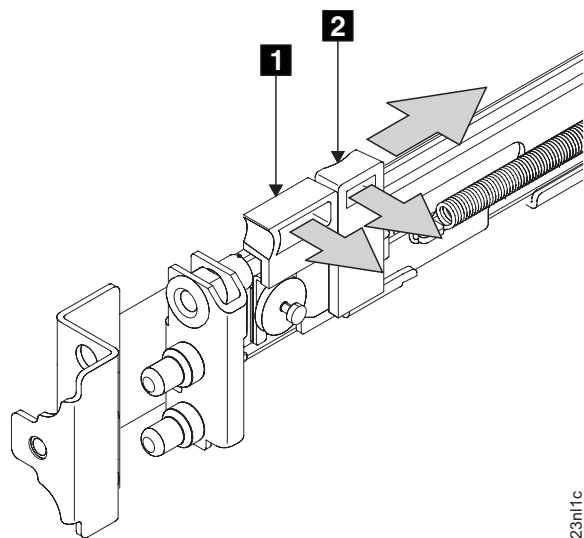

図42. 前部のラッチ・ロック・キャリア・アセンブリーを開く
3. ラッチ・レバー **1** をレール (67 ページの図 42) の終端の方向に移動しながら、ラッチ・ロック **2** をレールから離れる方向に静かに押します。ラッチ・ロック・キャリア・アセンブリーが、ばねの強度でスライドします。